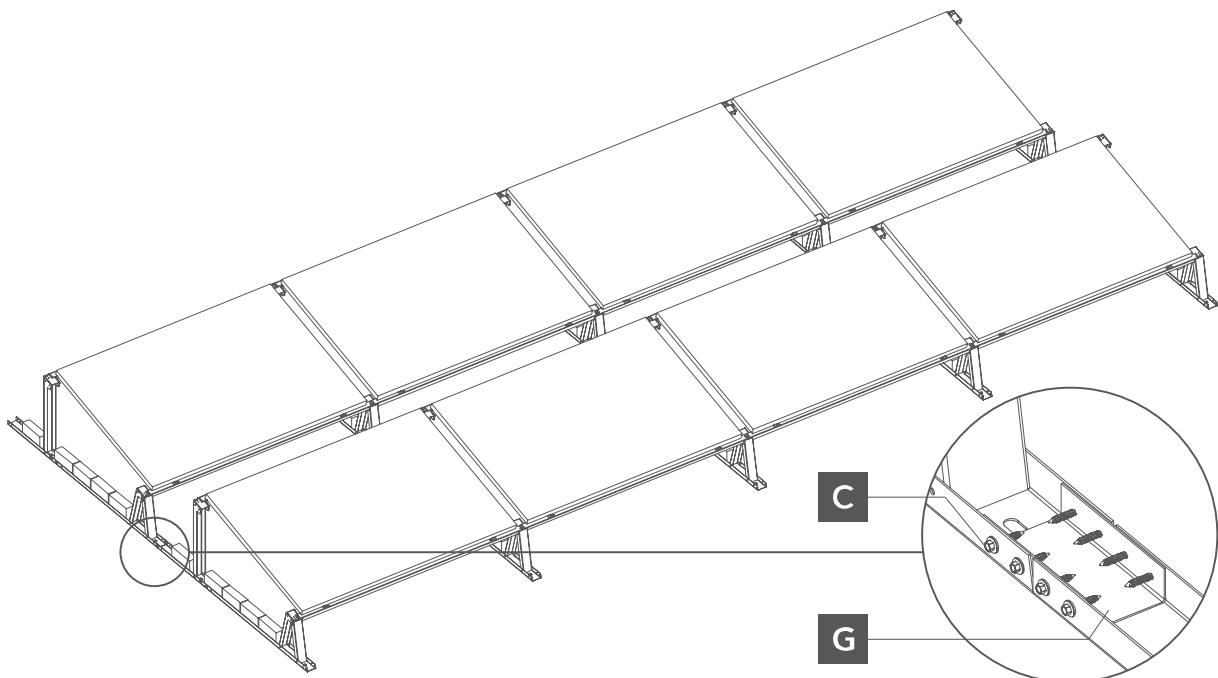

Abb. 5. Verbinden der Montagetriangle mit einem Winkelmesser.
- 4** Wenn es mehr als eine Reihe von Photovoltaik-Panels gibt, müssen die Montagetriangle mit einem Winkelmesser verbunden werden (Abb. 5).